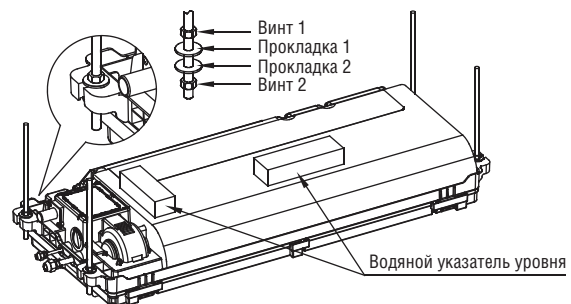

Рис. 5-7
- Для выравнивания блока по длине и ширине при подъеме с использованием монтажных болтов, как показано на рис. 5-7, применяйте измеритель уровня. В процессе навески необходимо постоянно регулировать 4 болта крепления 2. Может произойти следующая ситуация: при выравнивании блока расстояние между четырьмя прокладками 2 болта крепления и нижней поверхностью подвесного потолка может измениться и не составлять 70 мм. На этом этапе необходимо перемещать блок вверх и вниз и убедиться, что он выровнен. Постарайтесь, чтобы эти четыре измерения составляли около 70 мм.